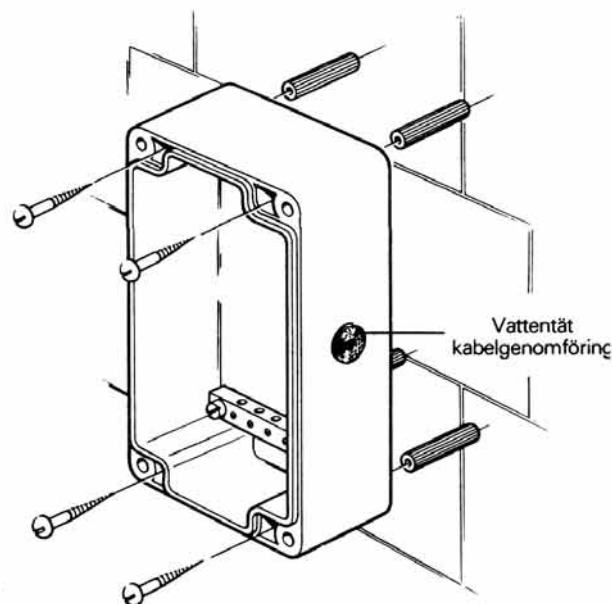

Fig. 1
1. Bestäm vilken kabelgenomföring som är lämpligast. Demontera locket genom att lossa de fyra skruvarna och borra hålet för kablarna i kontrollboxens sida eller baksida. Montera en lämplig vattentät kabelgenomföring (fig.1).